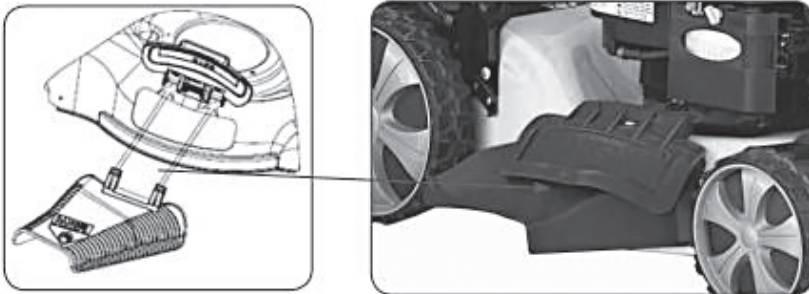

Рисунок 6
6.3 Для роботи з можливістю бічного викиду трави встановіть жолоб для викиду трави і зніміть травозбірник (за наявності в комплекті), для бічного викиду встановіть заглушку травозбірника (див. Рисунок 6).